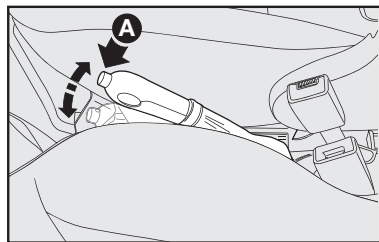

fig. 1
FRENO DE ESTACIONAMIENTO - fig. 1
- 1) Levante un poco la palanca y presione el botón **A**-fig. 1.
- 2) Con el botón presionado baje la palanca. El señalador luminoso (D) se apaga.